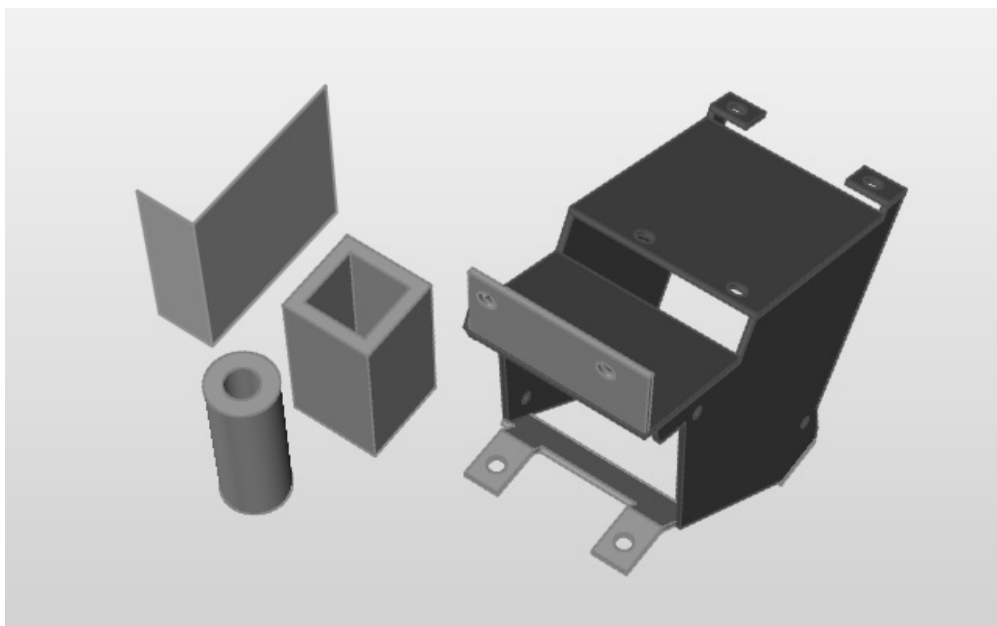

图 14-10
4) 右键单击退出该工具，然后选择新建的中面，如图 14-10 所示。